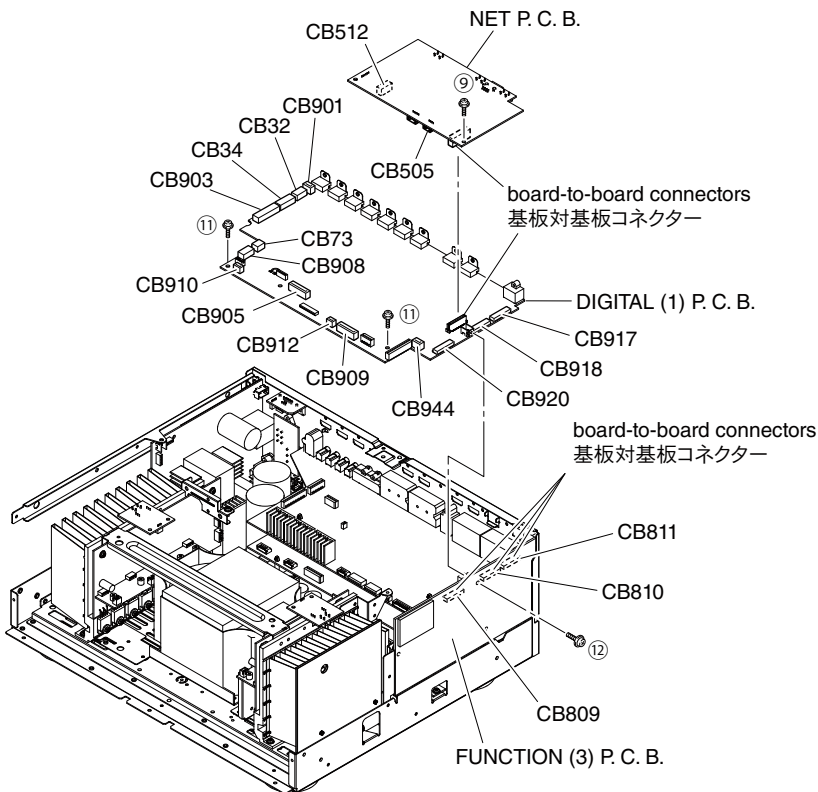

Fig. 2
- a. Remove screw (9). (Fig. 2)
- c. Remove CB505 and CB512 and then remove the NET P.C.B. which is connected directly to the DIGITAL (1) P.C.B. with board-to-board connectors. (Fig. 2)
- a. 9 のネジ 1 本を外します。(Fig. 2)
- c. CB505、CB512 を外し、NET P.C.B. を取り外します。ただし、NET P.C.B. は DIGITAL (1) P.C.B. に基板対基板コネクタで直接接続されています。(Fig. 2)
4. Removal of DIGITAL (1) P.C.B.
- a. Remove screw (11) and screw (12). (Fig. 2)
- c. Remove CB32, CB34, CB73, CB901, CB903, CB905, CB908-910, CB912 and CB944. (Fig. 2)
- d. Remove CB917-918, CB920 and then remove the DIGITAL (1) P.C.B. which is connected directly to the FUNCTION (2) P.C.B. with board-to-board connectors. (Fig. 2)
4. DIGITAL (1) P.C.B. の外し方
- a. 11 のネジ 1 本、12 のネジ 1 本を外します。(Fig. 2)
- c. CB32、CB34、CB73、CB901、CB903、CB905、CB908 ~ 910、CB912、CB944 を外します。(Fig. 2)
- d. CB917 ~ 918 と CB920 を外し、DIGITAL (1) P.C.B. を取り外します。ただし、DIGITAL (1) P.C.B. は FUNCTION (2) P.C.B. に基板対基板コネクタで直接接続されています。(Fig. 2)